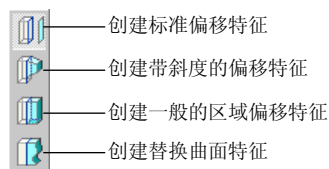

图 6.2.37 偏移类型
- **偏移类型**：偏移类型的各选项如图 6.2.37 所示。